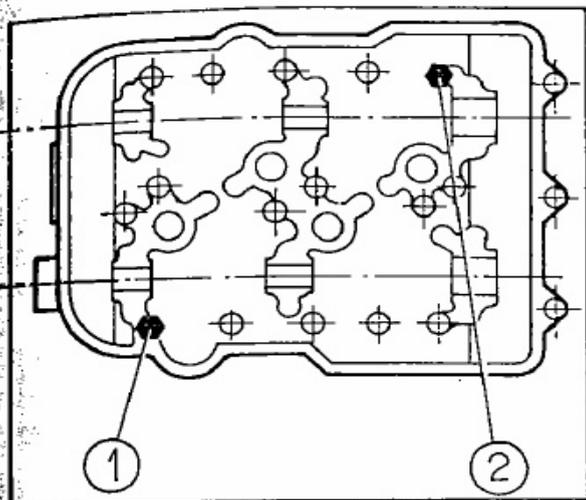

Fig. 7. - Position de montage des vis-ergots pour le centrage de la culasse.
- Placer la culasse sur le bloc-cylindres et la fixer à l'aide des deux vis, ayant un diamètre légèrement plus grand que les autres et jouant le rôle d'ergots, qui doivent être placées comme indiqué à la fig. 7.